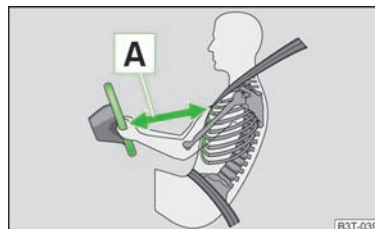

Fig. 81
- Il est important que le conducteur et le passager avant se tiennent à une distance minimum de 25 cm du volant et du tableau de bord » **fig. 81 [A]**. Les airbags ne peuvent pas vous protéger si vous en êtes plus près - danger mortel ! Les sièges avant doivent de plus toujours être ajustés à la taille des personnes.